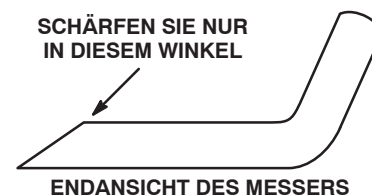

Bild 35
3. Untersuchen Sie die Schnittkanten aller Messer. Schärfen Sie alle stumpfen und ausgekerbten Schnittkanten. Schärfen Sie nur die Oberseite der Schnittkanten und behalten dabei den ursprünglichen Schnittwinkel bei, um die Schärfe des Messers zu gewährleisten (Bild 35). Das Schnittmesser behält seine Auswuchtung bei, wenn von beiden Schnittkanten die gleiche Materialmenge entfernt wird.